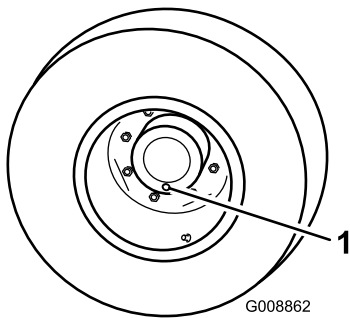

図 74
1. 平らな場所で、ホイールの点検/ドレン・プラグ（図 74）が一番低い位置に来るように停止させる。